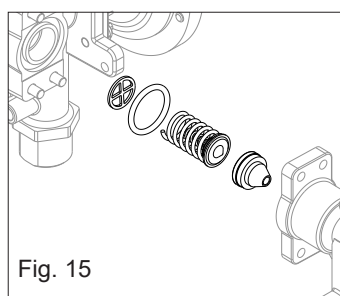

Fig. 15
- Estrarre la molla grande e l'assieme valvola di modulazione/molla piccola (fig. 15)
- Inserire la valvola e la molla grande facendo attenzione al verso di inserimento e assicurarsi che il disco forato guida molla sia bene in posizione (fig. 15)